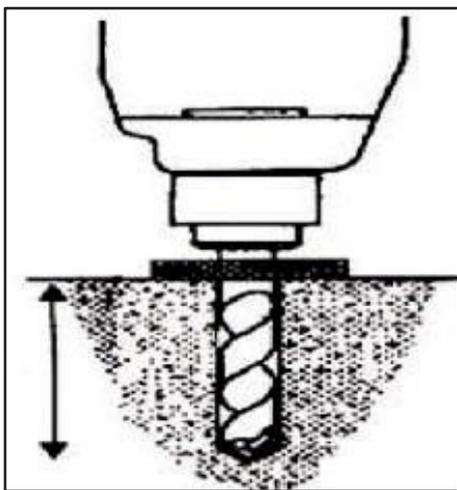

Рис. 21
- С помощью электролобзика просверлите бурильный молоток $\Phi 18$ из отверстия в нижней плите платформы в отверстие глубиной 160 мм (рис. 21) и очистите отверстие. С помощью легкого молотка вставьте анкерный болт в отверстие, не вставляя центральный расширительный винт в анкерный болт, вставьте его после горизонтальной регулировки.